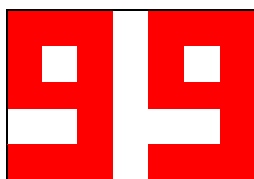

Рисунок 7 – Настройка максимальной мощности вентилятора
- с помощью кнопок 2 и 3 выбрать пункт меню «4», нажать **START/STOP** и выставить мощность в процентах с помощью кнопок 2 и 3. При этом на индикаторе будет мигать текущее значение параметра, рисунок 7;